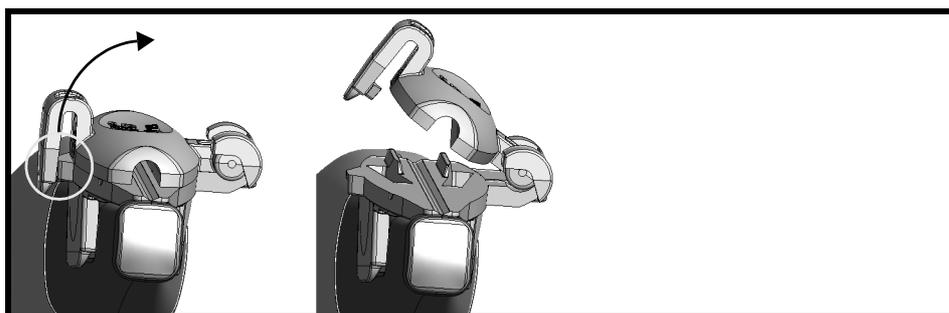

Figure 6. Pousser pour relâcher le guide d'aiguille sur la sonde N11C5s.
- 1 Tenir la sonde de la main gauche. Avec la main droite, pousser délicatement la pièce d'insertion de guide d'aiguille vers la droite jusqu'à ce qu'elle s'ouvre, voir Fig.6.